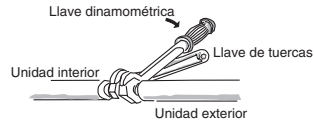

Fig. 7-6
- (2) Conecte firmemente la tubería del refrigerante del lado interior que se extiende desde la pared con la tubería del lado exterior.
- (3) Para apretar las tuercas abocardadas, aplique el par especificado.
- Cuando extraiga las tuercas abocinadas de las conexiones de las tuberías o cuando las apriete después de haber conectado las tuberías, asegúrese de emplear 2 llaves de tuercas o llaves inglesas. (Fig. 7-6) Si se aprietan excesivamente las tuercas abocinadas, puede dañarse la parte abocinada, lo cual puede producir fugas de refrigerante y causar heridas o asfixia a las personas que estén en la habitación.